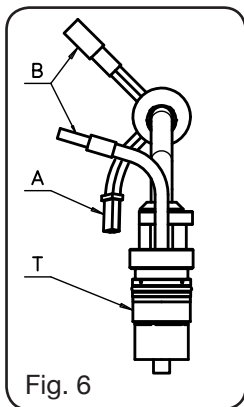

Fig. 6
- Enroscar los racores **D** y **E** respetando la orientación indicada en Fig. 6.
- Sustituir el cable soplete, enroscar manualmente los racores **D** y **E** teniendo cuidado de respetar la orientación indicada en Fig.6.